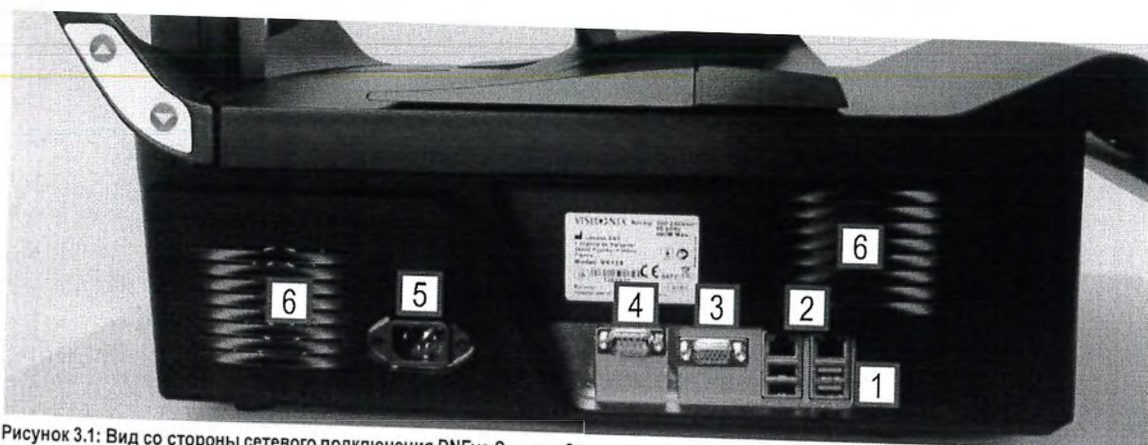

Рисунок 3.1: Вид со стороны сетевого подключения DNEye Scanner 2+
Разъемы для подключения внешних устройств и аксессуаров находятся со стороны сетевого подключения DNEye Scanner 2+ (Рис. 3.1).
(1)	Порт USB (4x)
(2)	Подключение LAN (2x)
(3)	Подключение VGA монитора
(4)	Серийное подключение RS 232
(5)	Подключение кабеля питания
(6)	Вентилиционный разъем (2x)
Рисунок 3.1 показывает вид со стороны сетевого подключения DNEye Scanner 2+. С 4 доступными портами USB ports (1) у вас будет возможность подключить внешний жесткий диск для импорта или экспорта данных.
2. Подключите кабель питания к основному разъему DNEye Scanner 2+ (См. (5) на рис. 3.1: Вид со стороны сетевого подключения DNEye Scanner 2+).